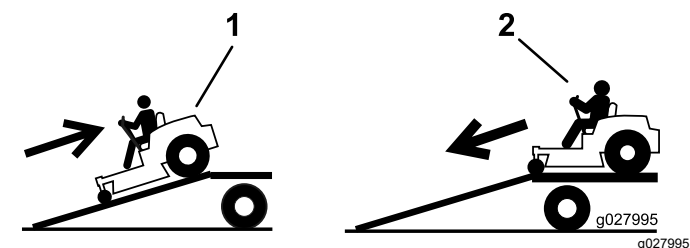

Рисунок 40
2. Перемещайте машину передним ходом при движении вниз по наклонному въезду (Рисунок 40).